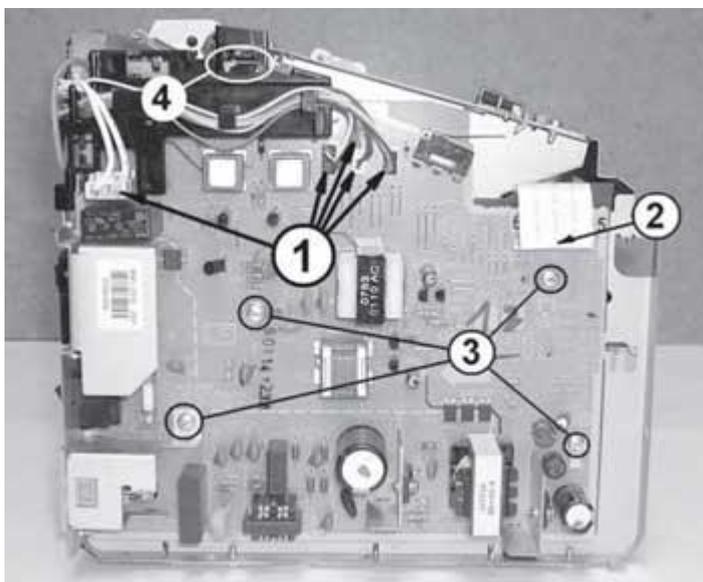

Рис. 7. Разъемы датчиков и питания нагревательного элемента узла термозакрепления с платы
1. Располагают принтер левой стороной к себе, отключают разъемы датчиков и питания нагревательного элемента узла термозакрепления с платы (рис. 7, поз. 1). При отключении разъема питания нагревательного элемента предварительно освобождают фиксатор.